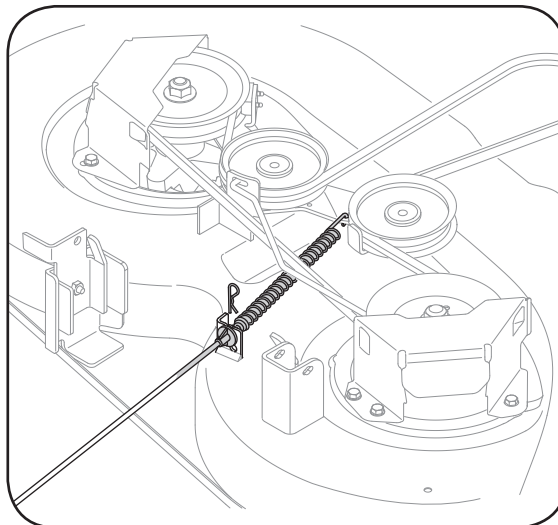

Figura 23
8. Extraiga con cuidado el cable de la toma de fuerza (PTO) de la parte posterior de la plataforma de corte retirando el pasador de horquilla que lo fija. Extraiga el resorte de la ménsula intermedia de la plataforma. Vea la Figura 23.